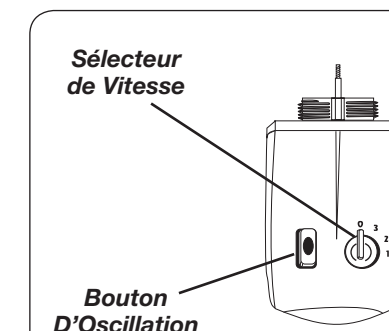

Figure 9
2. **VITESSES:** Contrôler la vitesse du ventilateur à l'aide de Sélecteur de Vitesse situé à l'arrière de ventilateur, Haute (3), à Moyenne (2), à Basse (1). (Figure 9)
- FAN SPEED:** Control Fan speed with Speed Knob on motor housing, 3 (High), 2 (Medium), 1 (Low). (Figure 9)